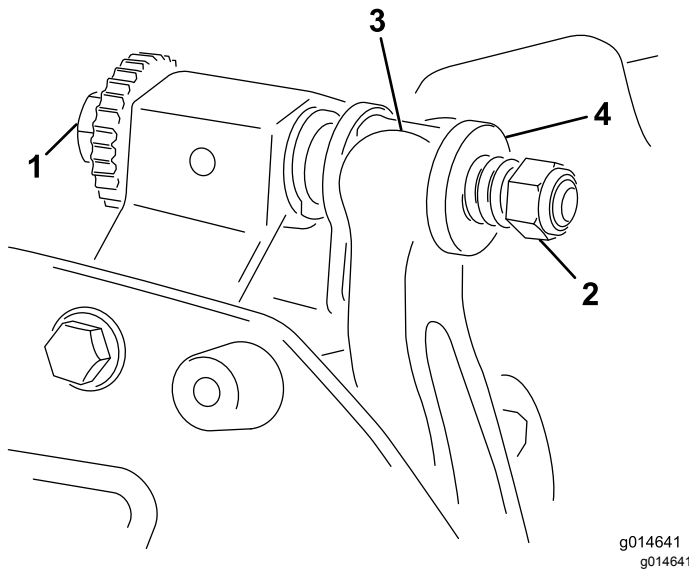

Figura 22
1. Rode o parafuso de ajuste da barra de apoio no sentido contrário ao dos ponteiros do relógio, para afastar lâmina de corte do cilindro (Figura 22).
2. Faça recuar a porca da mola tensora até que a anilha deixe de estar sob tensão contra a barra de apoio (Figura 22).